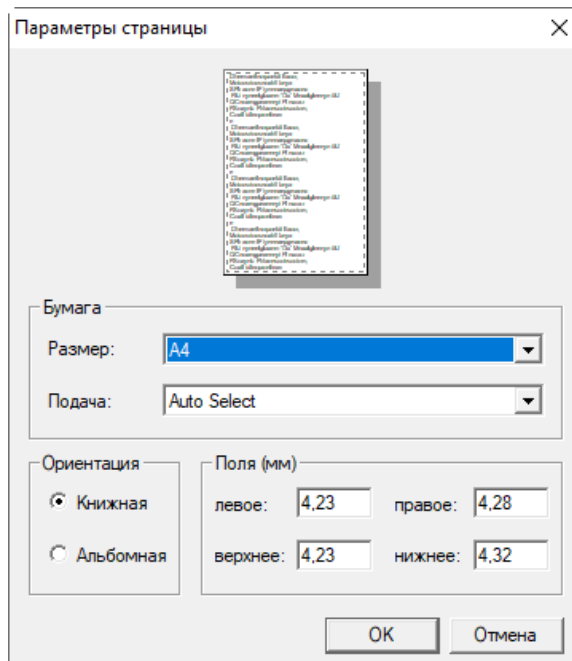

Рисунок 291 – Параметры страницы
- 3) Нажать кнопку «Параметры печати...», расположенную слева на панели. Отображается окно «Параметры страницы» (рисунок 291).